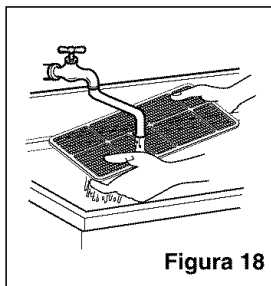

Figura 18
- Lave el filtro del aire en agua tibia a. Asegúrese de eliminar toda el agua sacudiendo el filtro antes de volver a ponerlo en su posición. (Figura 18)